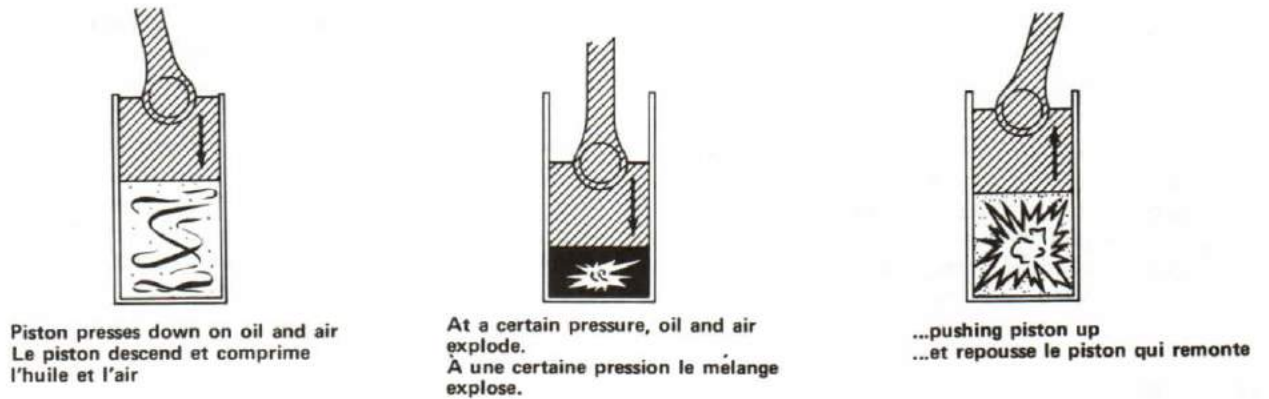

Figure 6-14
6. The diesel engine is also in wide use in smaller types of ships and in boats. Basically, the principle of the diesel is that vaporized oil and air at a certain temperature and a certain pressure will explode and thus expand. The energy harnessed from this oil-air explosion is used to turn a screw. See Figure 6-14.
6. Le moteur diesel connaît un usage répandu dans les types de navires et de bateaux de faible tonnage. À la base, le principe du diesel est simple: si l'on élève la température et si l'on augmente la pression d'un mélange vaporisé d'huile et d'air, le mélange explose et se détend; l'énergie produite par l'explosion est employée pour faire tourner l'hélice (voir la figure 6-14).